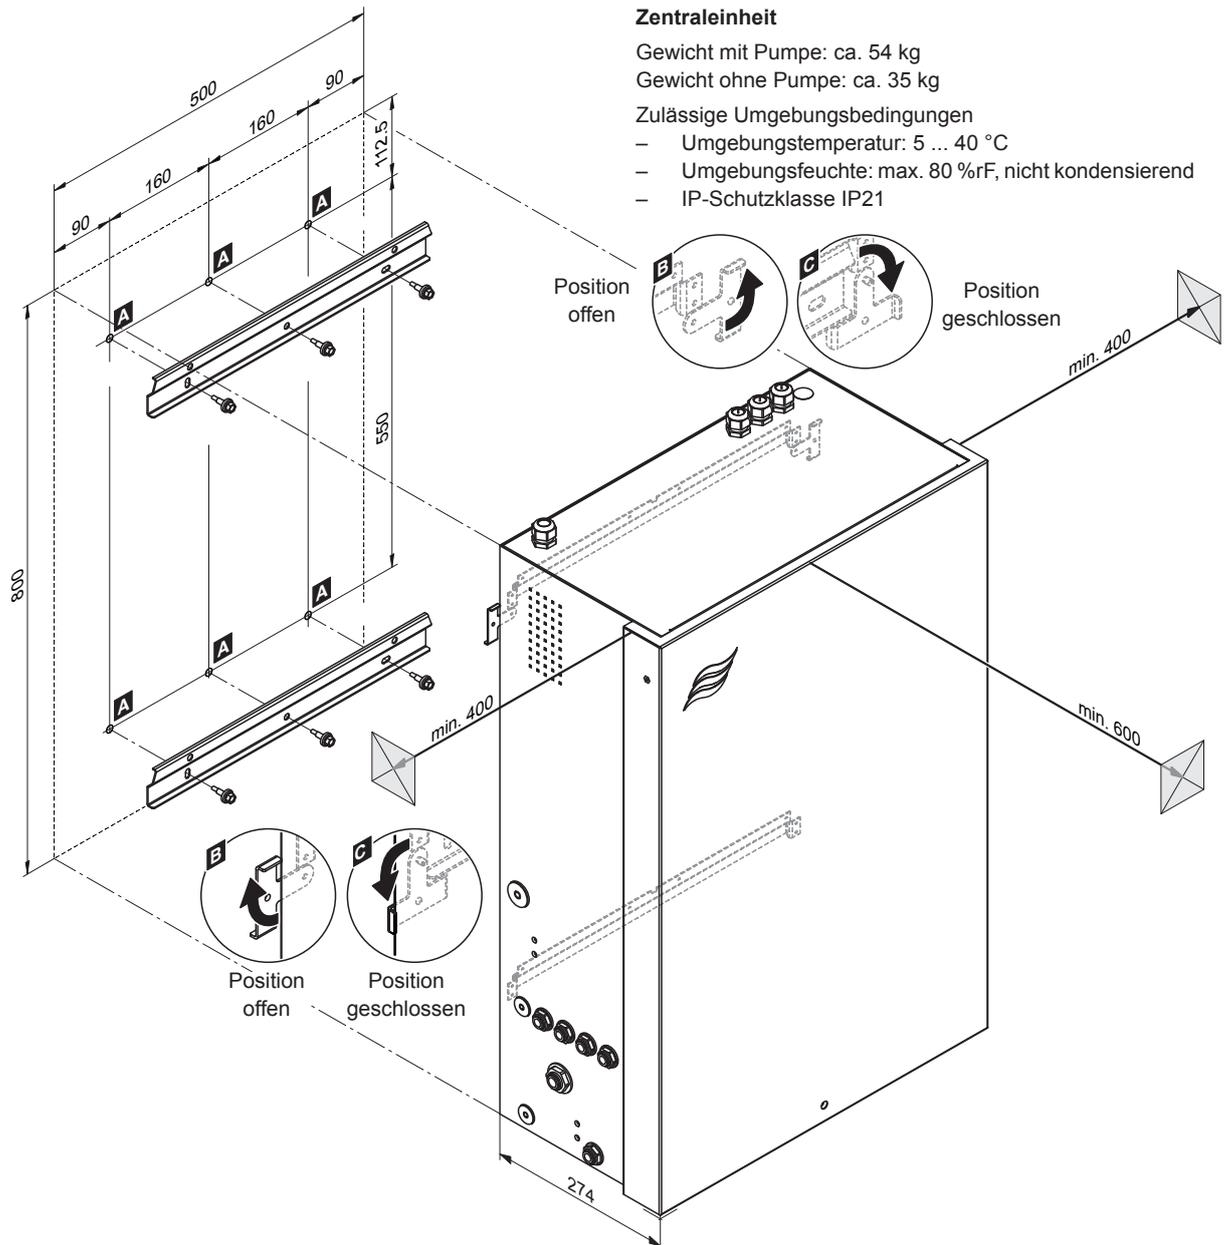

Abb. 5: Montage Zentraleinheit - Masse in mm
3. Die beiden Arretierlaschen an der Rückwand der Zentraleinheit nach aussen drehen (geöffnete Position, siehe Detail "B" in Abb. 5).
4. Die Zentraleinheit in die Wandhalterungen einhängen. Anschliessend die beiden Arretierlaschen an der Rückwand der Zentraleinheit nach innen drehen (geschlossene Position, siehe Detail "C" in Abb. 5), um die Zentraleinheit an der oberen Wandhalterung zu fixieren.